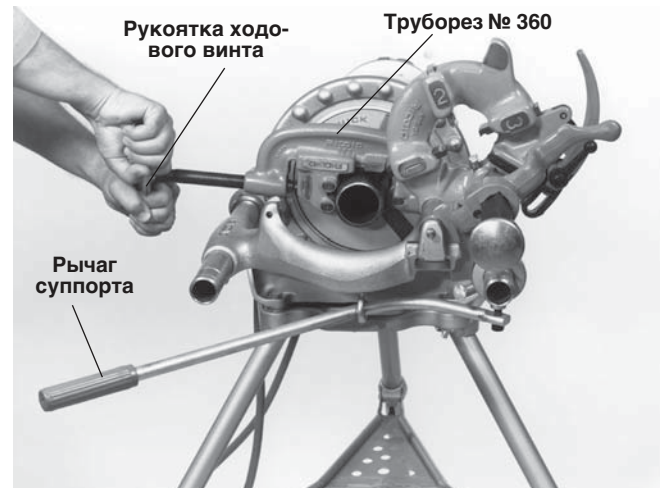

Рисунок 9 – Резание трубы труборезом № 360
1. Убедитесь, что зенковка и резьбонарезная головка находятся в верхнем положении (рисунок 9).
6. Возьмитесь за рукоятку ходового винта трубореза обеими руками (рисунок 9).